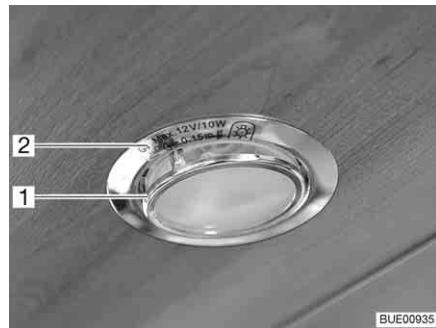

Fig. 136 Lampada alogena a incasso (piatta)
La lampada alogena a incasso (Fig. 136,2) è incassata nel diaframma.
- Estrarre l'anello di copertura interno con lastra di vetro (Fig. 136,1) con uno strumento adeguato (p. es. un coltello non affilato) dall'involucro.